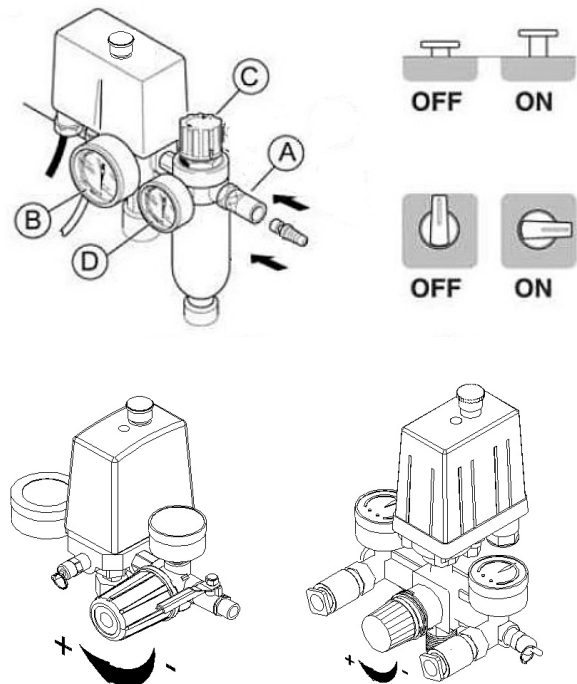

Abb. 6: Einstellung Arbeitsdruck
Schritt 1: Prüfen Sie, ob der EIN-/AUS-Schalter auf 0 (OFF) steht (Abb. 6).
Der Arbeitsdruck wird mit dem Druckminderer (Pos. C, Abb. 6) eingestellt (heben der Drehkappe, gewünschten Druck einstellen und Drehkappe wieder hinunter drücken und dadurch fixieren) und am Manometer (Pos. D, Abb. 6) abgelesen. Die Entnahme erfolgt über Kupplung (Pos. A, Abb. 6).